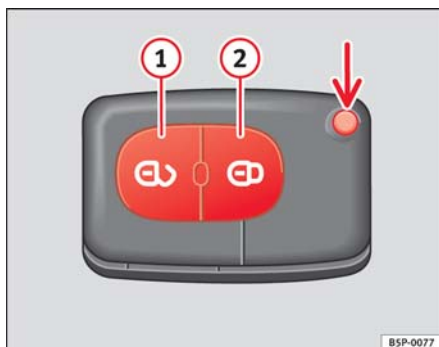
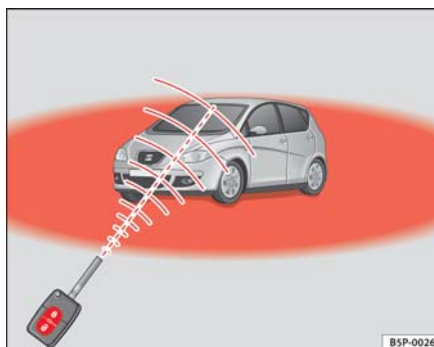

Fig. 59 Teclas de la llave con mando a distancia
Fig. 60 Radio de acción del mando a distancia por radiofrecuencia
Desbloqueo del vehículo ⇒ fig. 59 ①
Pulsando una vez la tecla ⇒ fig. 59 ①, se abrirá sólo la puerta del conductor, permaneciendo el resto cerradas. ▶
Pulsando dos veces la tecla  ⇒ fig. 59 ①, se desbloquearán todas las puertas.
- El mando a distancia por radiofrecuencia funciona únicamente dentro de su radio de acción ⇒ fig. 60 (zona roja).
- Utilice las dos llaves que se entregan con el vehículo, la llave provista de emisor de radiofrecuencia y la llave convencional ⇒ página 82, fig. 59 ⇒ página 82, fig. 60.
- Bloquee el vehículo con la llave con mando a distancia ⇒ página 82, fig. 59 ⇒ página 82, fig. 60 desde la cerradura de la puerta del conductor.
- Despliegue el espadín de la llave presionando el botón ⇒ página 82, **fig. 59** (flecha).